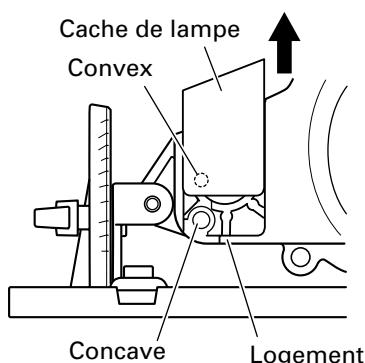

Fig. 22 (Vue latérale)
- (1) Retirer la section convexe du couvercle de la lampe de la section concave du logement, puis sortir le couvercle de lampe en tirant dessus dans le sens de la flèche, comme indiqué à la Fig. 22.